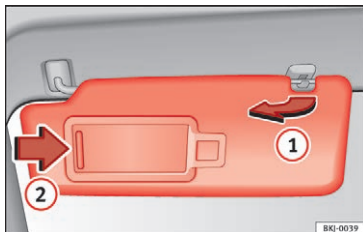

Fig. 149 Solskærm i førersiden
- Solskærmen kan tages ud af holderen og drejes mod døren » Fig. 149 ①.